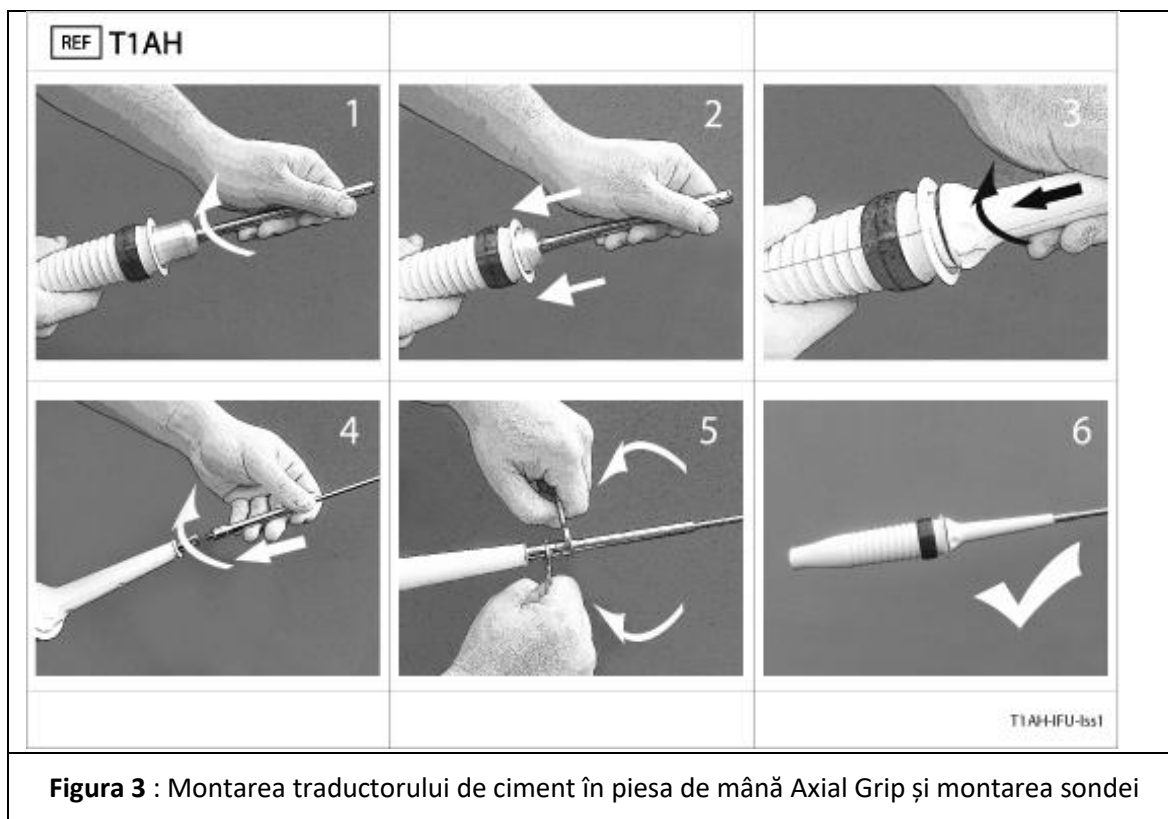

Figura 3 : Montarea traductorului de ciment în piesa de mână Axial Grip și montarea sondei
- Montați transductorul în piesa de mână. Rotiți transductorul și lăsați-l în poziție - asigurați-vă că este bine conectat. Consultați (1) și (2) în Figura 3 de mai jos.
- Glisați manșonul piesei de mână peste cornul traductorului. Localizați urechile de la baza manșonului în mânerul piesei de mână și răsuciți / faceți clic în poziție. A se vedea (3) de mai jos.
- Folosind ambele chei furnizate, fixați sonda pe traductor (4) și (5) de mai jos.